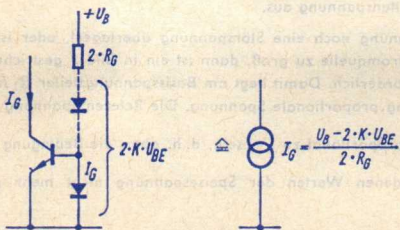

Bild 4
Eine Stromquelle, die die Bedingungen der Gleichung (9) erfüllt, läßt sich z. B. mit einer Schaltung nach Bild 4 verwirklichen.